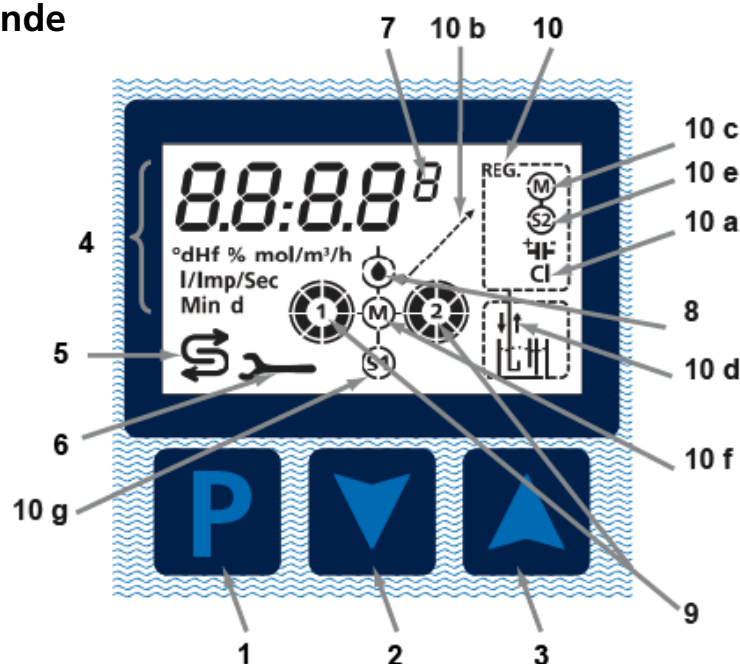

Fig. F-2 : Commande, éléments de commande et indicateurs à l'écran
**Remarque :** Seules les informations les plus importantes s'affichent à l'écran lorsque l'installation fonctionne parfaitement. La Fig. F-2 reprend toutes les indications pouvant apparaître à l'écran.